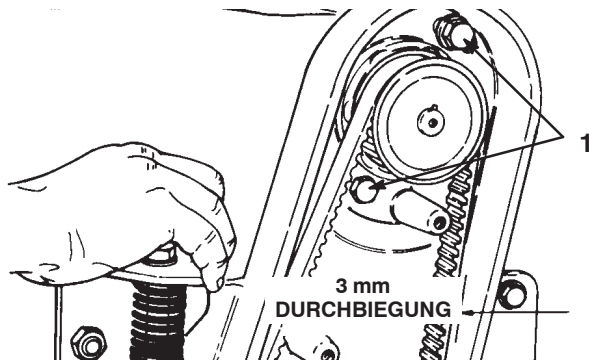

Bild 12
- Setzen Sie 2 Befestigungsschrauben des Spindel-antriebmotors (Köpfe an der Innenseite des Antriebsgehäuses – flasche Scheibe auf oberer Schraube) in die Löcher des Spindelmotorflansch ein. Drehen Sie die Sicherungsmuttern auf die Schrauben. Drehen Sie den Spindelmotor nach oben in das geschlitzte Loch im Gehäuse, um den Treibriemen anzuspannen, ziehen Sie dann die Befestigungen auf 34 Nm fest (Bild 12).
Hinweis: Die richtige Riemen Spannung ist erreicht, wenn sich der Riemen in der Mitte bei einer Kraftaufbringung von 31 N ungefähr 3 mm durchbiegt. (Bild 12).